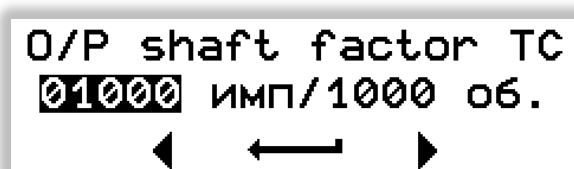

Рисунок 34. O/PShaft.
6.8.2.1.6 O/PShaft (при необходимости) (см. Рисунок 34).